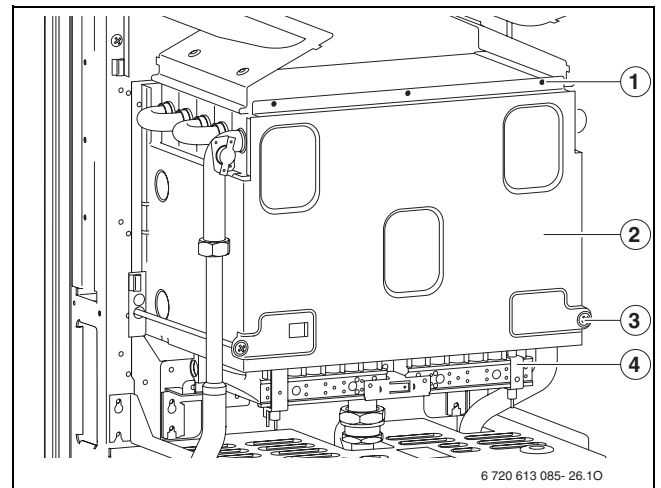

Рис. 50 Відкрити пальник
- ▶ Зняти передню стінку камери згоряння та пальник (→ рис. 50).